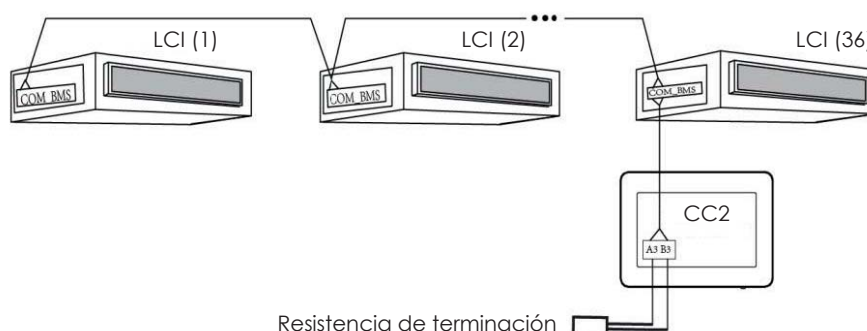

Fig. 3.7 Controlador centralizado conectado a sistemas LCI
2. Conectar (utilizando un cable con las características especificadas en el párrafo 3.1) los terminales A3 y B3 del controlador al puerto COM_BMS de la unidad interna (las unidades internas LCI tienen dos puertos COM_BMS, uno para la comunicación de las unidades internas y otro que se utiliza para la conexión del controlador centralizado). Se recuerda que es necesario conectar la resistencia de terminación como se muestra en el esquema de la fig. 3.7.